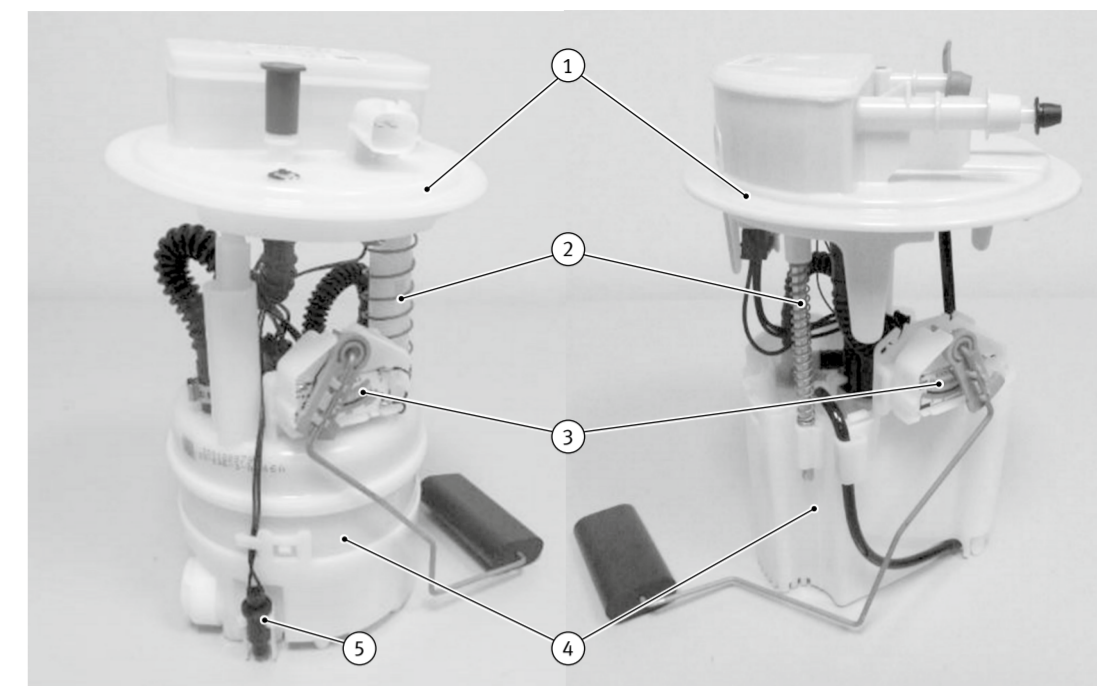

Abb. 1/ Fig. 1/ Puc. 1/ 图1
- The fuel supply unit consists of a top section (flange cover) (1) and a bottom section consisting of a reservoir (4), a fuel pump and a sender unit (3) (Fig. 1).
- This spare parts set replaces the reservoir (4) with the pre-installed fuel pump.
- The flange cover (1), the old fuel supply unit's sender unit (3) and, if present, the temperature sensor (5) will continue to be used.
- L'unité d'alimentation en carburant comprend : la partie supérieure (couvercle de la bride) (1) et la partie inférieure, réservoir (4), pompe à carburant et indicateur de niveau (3) (Fig. 1).
- Ce kit de pièces de rechange remplace le réservoir (4) par la pompe à carburant pré-installée.
- Le couvercle de la bride (1), l'indicateur de niveau (3) de l'unité d'alimentation en carburant usagée ainsi qu'un éventuel capteur de température existant (5) continueront à être utilisés.
- Модуль подачи топлива состоит из верхней части (крышки-держателя с фланцем) (1) и нижней части, включающей в себя накопительный резервуар (4), топливный насос и датчик уровня топлива (3) (Рис. 1).
- Данный комплект запасных частей заменят накопительный резервуар (4) с предварительно смонтированными топливным насосом.
- Крышка-держатель с фланцем (1), датчик уровня топлива (3) старого модуля подачи топлива, а также, возможно, имеющийся датчик температуры (5) можно использовать и дальше.
- La unidad de alimentación consta de la parte superior (tapa de brida) (1) y la parte inferior compuesta por el depósito de reserva (4), la bomba de combustible y el sensor del depósito (3) (Fig. 1).
- Este juego de pieza de recambio reemplaza al depósito de reserva (4) con la bomba de combustible preinstalada.
- Se seguirán utilizando la tapa de brida (1), el sensor del depósito (3) de la antigua unidad de alimentación y cualquier otro sensor de temperatura (5) existente.